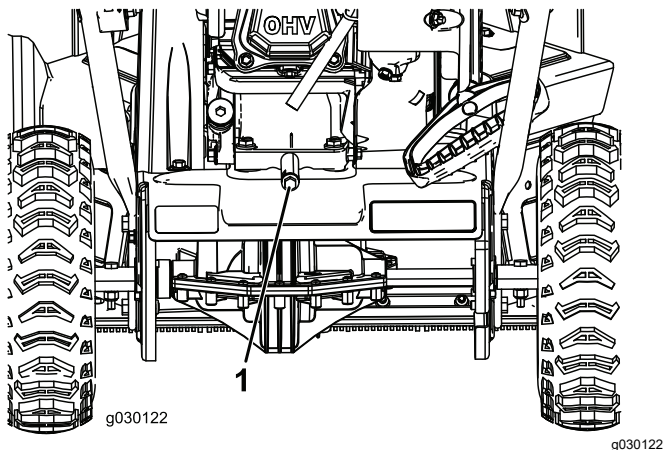

Bild 21
2. Stellen Sie eine Ölauffangwanne unter die Ölablassschraube, nehmen die Ölablassschraube heraus und kippen die Maschine nach hinten; lassen Sie das Altöl in die Ölauffangwanne laufen (**Bild 21**).